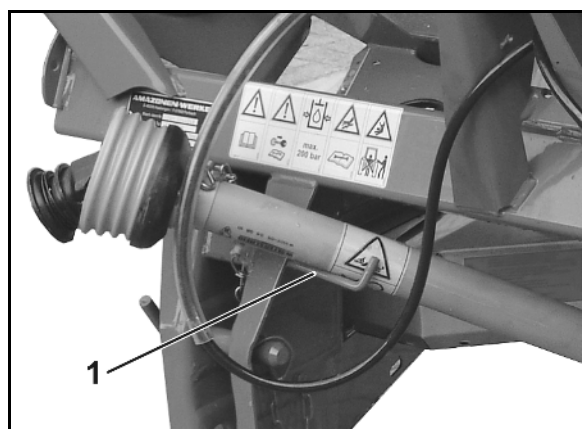

Bild 36
1. Dra av flänsbussningen (Bild 36/1) från växellådans ingående axel med hjälp av avdragaren.